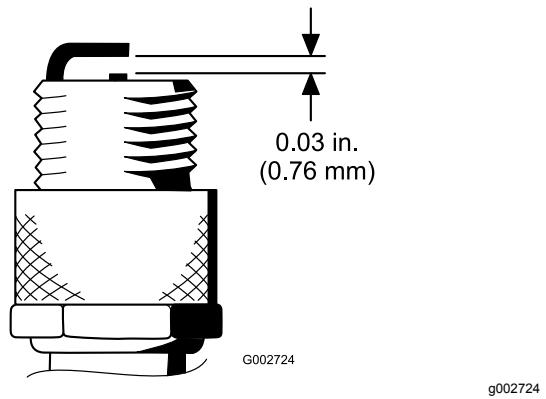

Figura 29
4. Ajuste a folga existente entre a zona central e lateral do elétrodo para 0,76 mm, como se mostra na Figura 29.